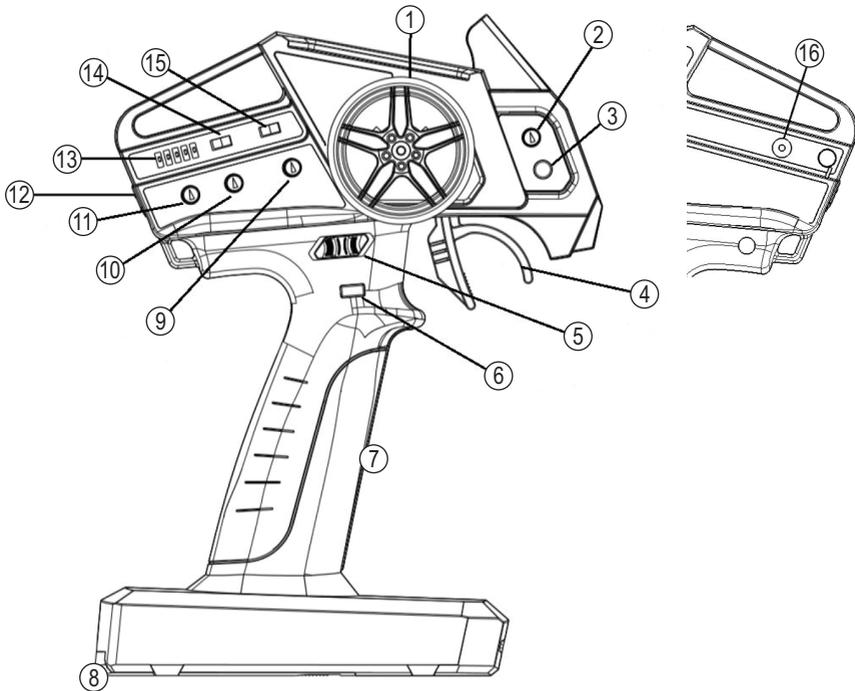

Abbildung 1
- Bewegen Sie den Ein-/Ausschalter (siehe Abb. 1, Nr. 12) nach oben.
- Die LEDs (Abb. 1, Nr. 13) zeigen den Batterie-/Akkuzustand an, je weniger LEDs leuchten, umso niedriger ist dieser:
Der Sender verfügt an der Seite über eine Ladebuchse (Abb. 1, Nr. 16), über die eingelegte Akkus geladen werden können (Abmessungen/Polarität/Ladestrom siehe Kapitel „Technische Daten“).
- Drehregler „ST-TRIM“ (Abb. 1, Nr. 9): Stellen Sie das Lenkservo auf die mittlere/neutrale Position (oder Geradeausfahrt des Fahrzeugs), wie in Abschnitt 11.6 beschrieben
- Drehregler „GYRO LV/ST-D/R“ (Abb. 1, Nr. 11): nur bei **ausgeschaltetem** Gyro: Begrenzung des maximalen Ausschlags des Lenkservos.
- Reverse-Schalter „ST“ (Abb. 1, Nr. 14) für Richtungsumkehr der Lenkfunktion.
Der Gashebel (Abb. 1, Nr. 4) steuert den an Empfängerkanal 2 angeschlossenen Fahrtregler. Wird der Gashebel in Richtung Griff gezogen, muss das Fahrzeug vorwärts fahren (Geschwindigkeit abhängig von der Hebelstellung). Wird der Gashebel vom Griff weggedrückt, fährt das Fahrzeug rückwärts (wenn die Rückwärtsfunktion am Geschwindigkeitsregler aktiviert ist).
- Drehregler „TH-TRIM“ (Abb. 1, Nr. 2): Stellt den Antrieb in die mittlere/neutrale Position (Fahrmotor steht).
- Drehregler „TH-D/R“ (Abb. 1, Nr. 10): Begrenzung der Höchstgeschwindigkeit.
- Reverse-Schalter „ST“ (Abb. 1, Nr. 15) für Richtungsumkehr der Lenkfunktion.
Sollte das Fahrzeug während des Fahrens die Tendenz aufweisen, nach links oder rechts zu ziehen, obwohl sich das Lenkrad in der Mittelstellung befindet, so stellen Sie am Sender mit dem Drehregler „ST-TRIM“ (siehe Abb. 1, Nr. 9) die Trimmung für die Lenkung entsprechend ein.
Während des Verstellens zeigt eine der LEDs (Abb. 1, Nr. 13) die Trimmposition an; nach ca. 5 Sekunden ohne Bewegung des Drehreglers wechselt die LED-Anzeige wieder zurück zum Batterie-/Akkuzustand.
Der Drehregler „GYRO LV / ST-D/R“ (Abb. 1, Nr. 11) hat zwei verschiedene Funktionen, je nachdem, ob der Gyro im Empfänger aktiviert oder deaktiviert ist.
Mit dem Drehregler „GYRO LV / ST-D/R“ (Abb. 1, Nr. 11) kann die Gyro-Empfindlichkeit verändert werden.
Mit dem Drehregler „GYRO LV / ST-D/R“ (Abb. 1, Nr. 11) lässt sich der maximale Lenkwinkel begrenzen, wodurch sich das Fahrzeug bei schneller Fahrt besser steuern lässt, da es feinfühlicher reagiert.
Während des Verstellens zeigt eine der LEDs (Abb. 1, Nr. 13) die Einstellung an; nach ca. 5 Sekunden ohne Bewegung des Drehreglers wechselt die LED-Anzeige wieder zurück zum Batterie-/Akkuzustand.
Mit dem Schiebeschalter „ST“ (Abb. 1, Nr. 14) kann die Bewegungsrichtung des Lenkservos umgekehrt werden (z.B. wenn Sie den Sender mit der rechten Hand festhalten und mit der linken Hand steuern).
Wenn das Fahrzeug nicht anhält, wenn Sie den Gashebel für die Vorwärts-/Rückwärtsfahrt loslassen (Mittel-/Neutralstellung), stellen Sie die Trimmung für die Fahrfunktion entsprechend am Sender mit dem Drehregler „TH-TRIM“ ein (siehe Abb. 1, Nr. 2).
Während des Verstellens zeigt eine der LEDs (Abb. 1, Nr. 13) die Trimmposition an; nach 5 Sekunden ohne Bewegung des Drehreglers wechselt die LED-Anzeige wieder zurück zum Batterie-/Akkuzustand.
Verwenden Sie den Drehregler „TH-D/R“ (Abb. 1, Nr. 10), um die Fahrgeschwindigkeit zu begrenzen. So können Sie sich mit dem Fahrzeug und seinem Verhalten vertraut machen. Dieser Regler ist besonders für Anfänger geeignet, die noch wenig Erfahrung mit so schnellen Fahrzeugen haben.